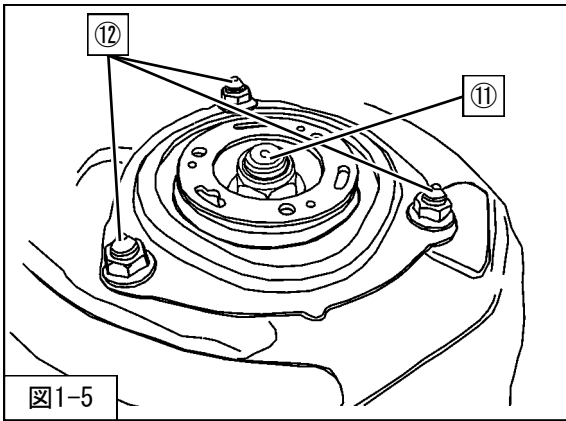

図1-5
9. ⑪フロントショックアブソーバトップナットをゆるめてください。(図1-5)
10. ⑫フロントサスペンションASSYアッパー取付ナットを取外してください。(図1-5)